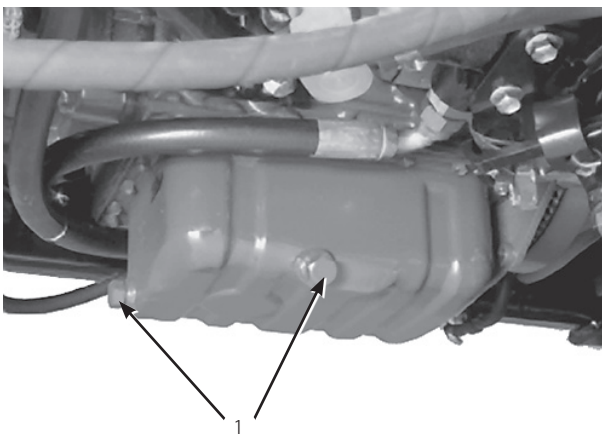

図 44
1. ドレンプラグ (図44) を外し、排出されるオイルを廃油受け容器に回収する。オイルが抜けたらドレン・プラグを取り付ける。